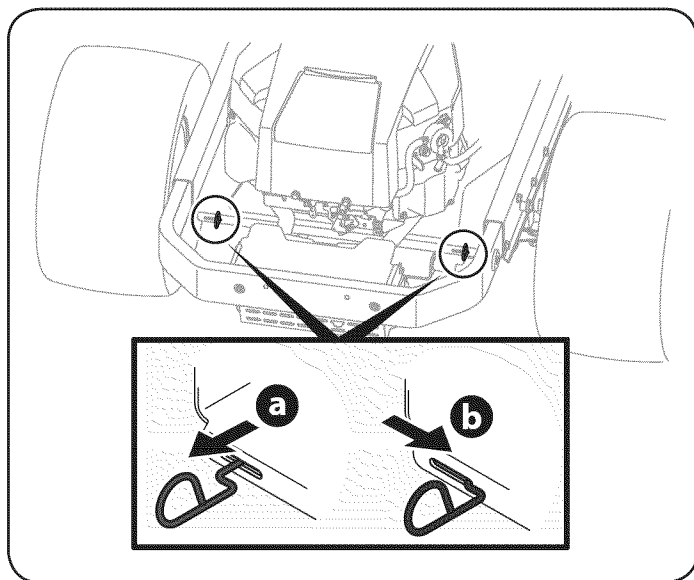

Figura 25
1. Ubique las dos varillas de derivación de transmisión, justo delante de los dos neumáticos traseros. Consulte la Figura 25.
2. Enganche las varillas de derivación tirando cada uno (a) ya la derecha (b) para que encaje en su lugar. Ver Figura 25.
3. Desenganche las varillas de derivación invirtiendo los pasos a & b después de mover el tractor. Ver Figura 25.